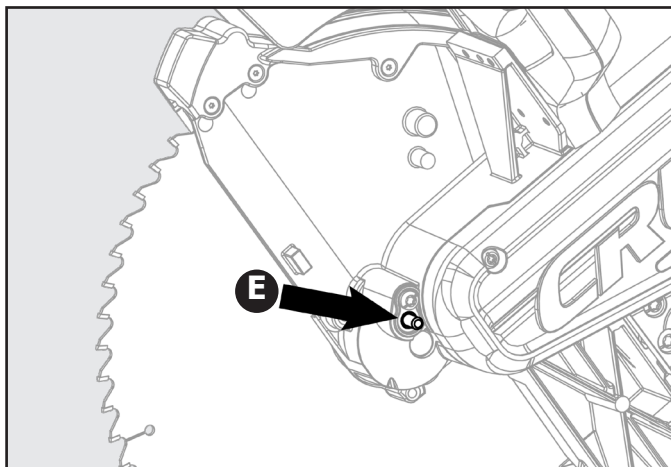

Figure 13
7. Appuyez sur le bouton de verrouillage à broche (E). Voir figure 13.
9. Alignez les parties plates du double « D » de la rondelle de lame avec (F) les parties plates de la broche et installez la rondelle sur la broche.
10. Verrouillez la broche en appuyant sur le bouton de verrouillage de la broche. Vissez le boulon de la lame (D), sans oublier de l'enfiler dans le sens antihoraire. Fixez le boulon de la lame à l'aide de la clé pour lame fournie.